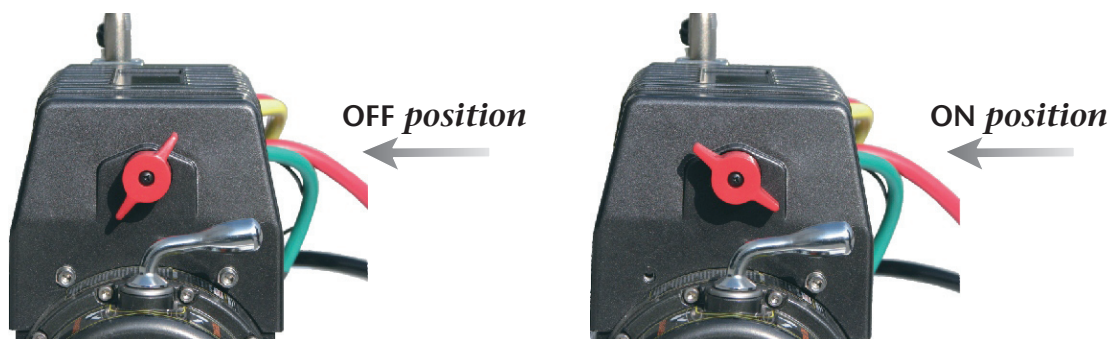

Figure 4
6. Tourner le COUPE-CIRCUIT de la position OFF à la position ON. (voir Figure 4)
Si le solénoïde est coincé ou le moteur cale pendant l'opération de treuil, éteignez immédiatement le coupe-circuit, pour couper l'électricité pour éviter de brûler le moteur. (voir Figure 4)